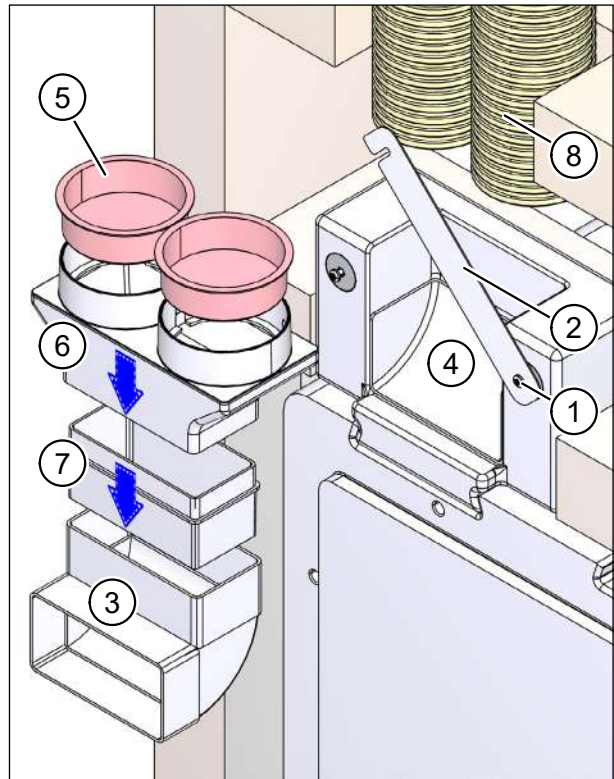

Abb. 29: Flexrohr-Verbindungsstücke zusammensetzen und Flexrohre ablängen
- ▶ Lockern Sie die beiden Kreuzschlitzschrauben (Pos. 1 in Abb. 29) und klappen Sie den Riegel (Pos. 2 in Abb. 29) nach oben.
- ▶ Nehmen Sie den Flachkanal-Winkel (Pos. 3 in Abb. 29) aus dem Kanalanschlussadapter (Pos. 4 in Abb. 29).
- ▶ Entfernen Sie die roten Schutzdeckel (Pos. 5 in Abb. 29) auf dem Flexrohradapter (Pos. 6 in Abb. 29) M-WRG-FRA75 (Art.-Nr. 200020).
- ▶ Setzen Sie den Formstückadapter M-WRG-FSA lang, Art.-Nr. 200234 (Pos. 7 in Abb. 29), in den Flachkanal-Winkel (Pos. 3 in Abb. 29) ein.
Achten Sie darauf, dass Sie den Formstückadapter so einsetzen, dass die kurze Seite nach oben zeigt (siehe Pos. 7 in Abb. 29).
- ▶ Setzen Sie den Flexrohradapter (Pos. 6 in Abb. 29) auf den Formstückadapter (Pos. 7 in Abb. 29) auf und dichten Sie die Verbindungsstelle mit einer Lage Dichtband von 30 mm Breite ab.
- ▶ Setzen Sie die zusammengesetzten Flexrohr-Verbindungsstücke (Pos. 3, 6 und 7 in Abb. 29) probeweise in den Kanalanschlussadapter (Pos. 4 in Abb. 29) ein.
- ▶ Kürzen Sie die Flexrohre (Pos. 8 in Abb. 29) so weit, dass sich diese in den Flexrohradapter (Pos. 6 in Abb. 29) einsetzen lassen.